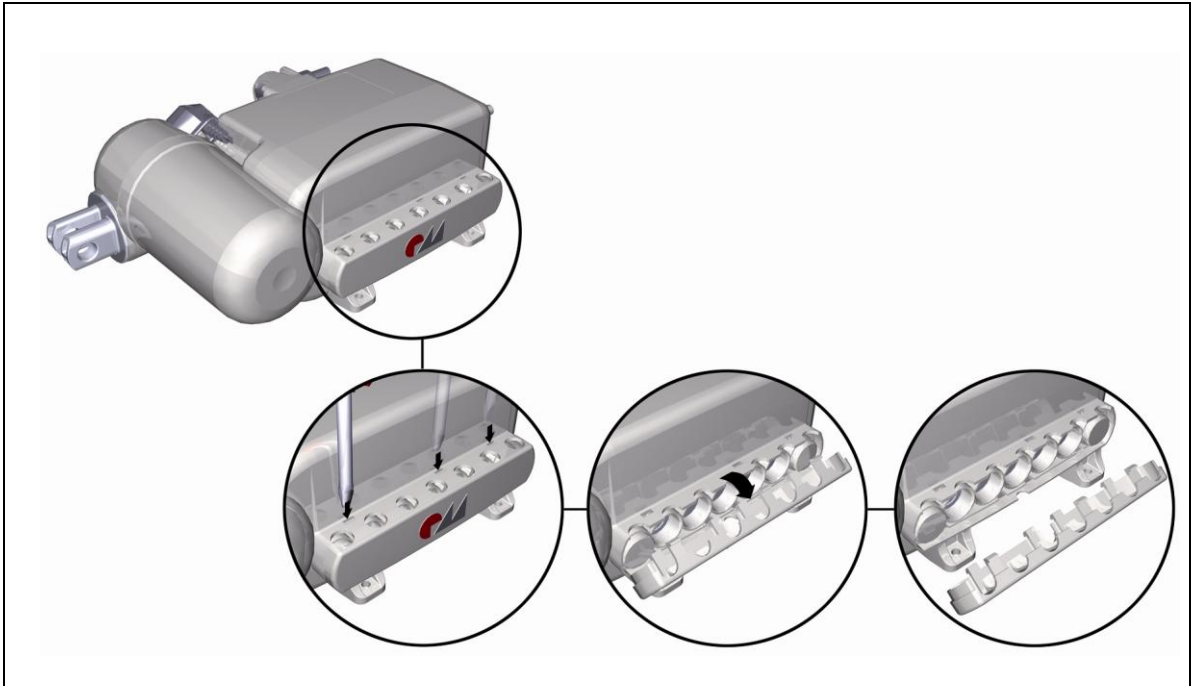

Abbildung 15 Öffnen der Auszugssicherung an der Steuerung MCL II
- 2 Drücken Sie mit einem geeigneten Werkzeug die drei Rastnasen in den Aussparungen herunter, wie in Abbildung 15 gezeigt. Kippen Sie gleichzeitig die Auszugssicherung nach vorne, so dass sich die Rastnasen aus den Aussparungen lösen.
- 2 Öffnen und entfernen Sie die Auszugssicherung (siehe Abbildung 15).